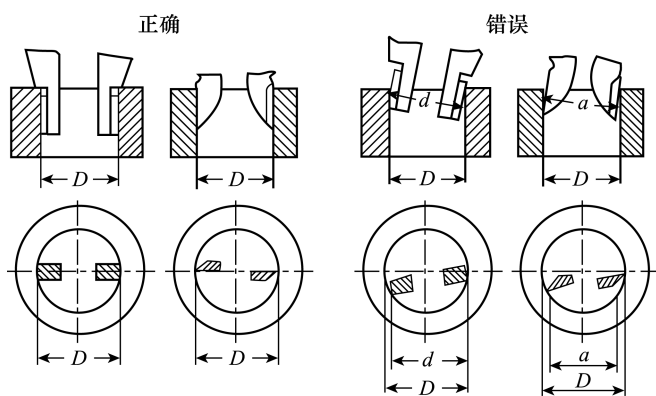

图 1-2-5 测量内孔时的正确位置与错误位置
(4)测量内径尺寸时,两卡脚张开到略小于被测尺寸,使卡脚自由进入孔内,再慢慢张开并轻轻地接触零件的内表面,并保证两卡脚在孔的直径上,卡脚的正确位置与错误位置如图 1-2-5 所示。